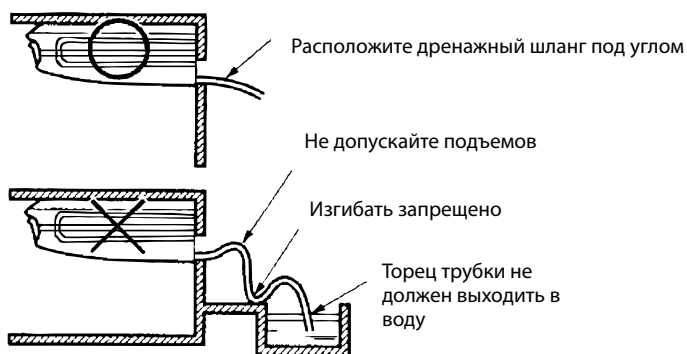

Рис. 1
- Шланг линии отвода конденсата не должен быть длинным, и должен проходить под углом не менее 1/100 во избежание образования пузырьков (см. рис. 1).